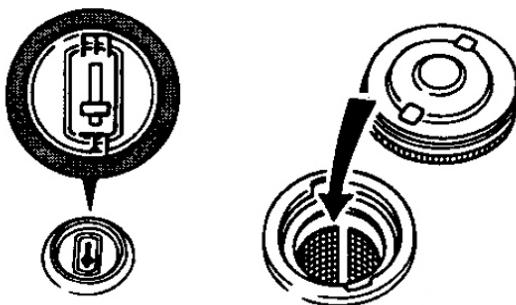

Рис.7
- На горловині для заливання палива обов'язково має бути встановлений сітчастий паливний фільтр (Рис.7).